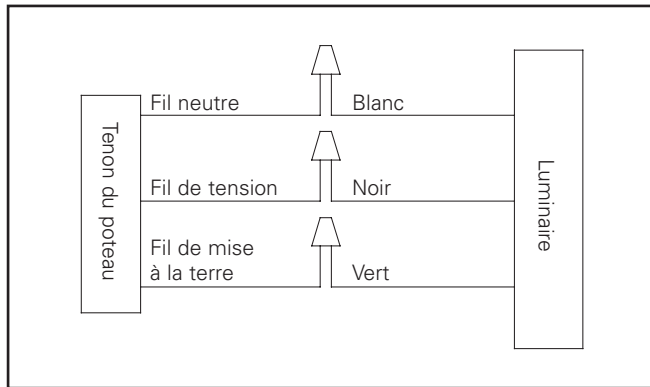

Figure 1. Système Monophasé À Tension Universelle
- 2a. Connectez les fils d'alimentation aux fils de sortie appropriés du luminaire. (Figure 1.)